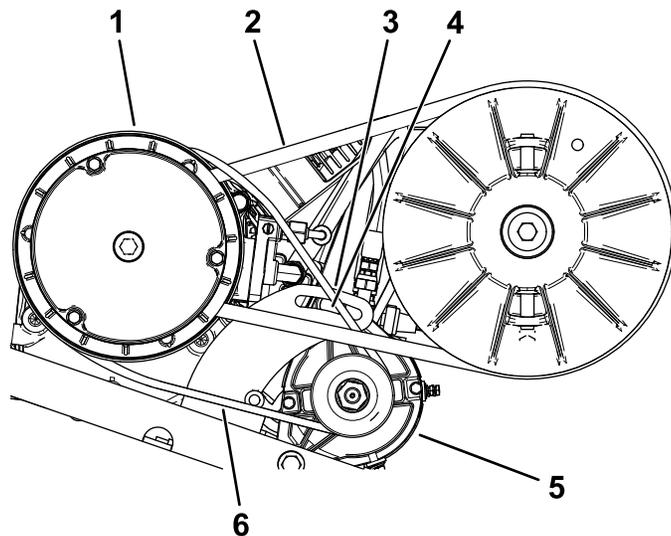

図 70
2. スタータジェネレータのピボットナットをゆるめる 図 70。
4. ボールを下に押し、スタータを下げる。ベルトを $44.5 \text{ N}\cdot\text{m} / 4.5 \text{ kg}\cdot\text{m} = 10 \text{ ft}\cdot\text{lb}$ の力で押した時のたわみが 6 mm になるようにスタータの位置を調整する (図 70)。
5. ピボットナットを手締めし、ボールを取り外す (図 70)。